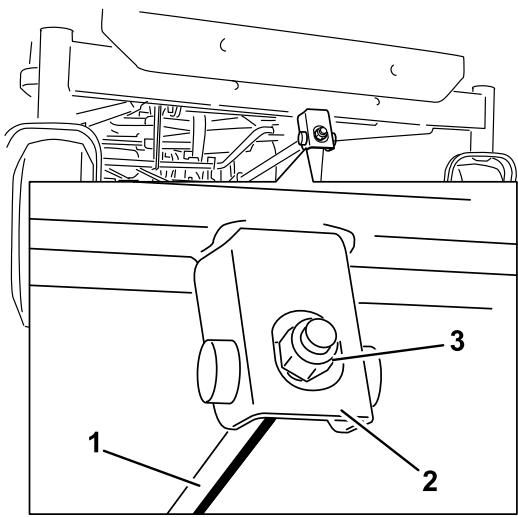

Figura 72
6. Para ajustar a inclinação da lâmina da frente para trás, rode a porca de ajuste na parte da frente do cortador (Figura 72).
- Levante parte de trás da plataforma de corte e oriente os suportes de suspensão por cima da haste de elevação traseira (Figura 72).
- Coloque a barra de suporte frontal na plataforma do cortador com o pino de segurança e contrapino do gancho (Figura 72).